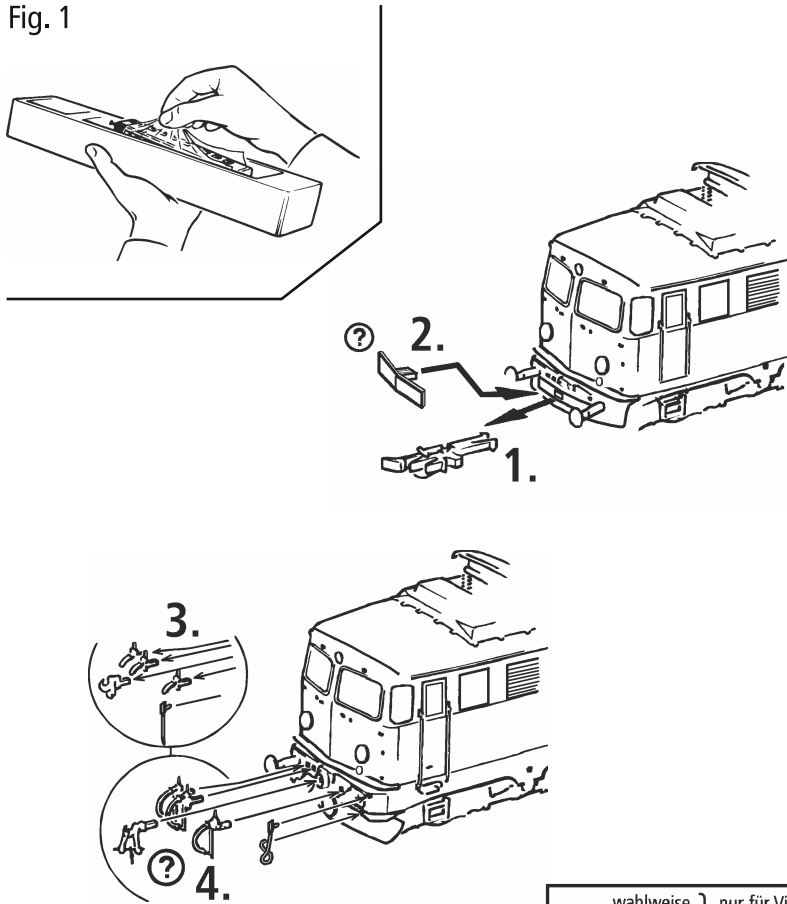

Fig. 2
**Aufrüstung:** Im beigelegten Zurüstbeutel finden Sie auch kleine vorbildgetreue Steckteile für eine erweiterte Aufrüstung Ihres Modells (Fig. 2), die Sie bitte vorsichtig montieren.
**Les attelages:** Le sachet joint comprend entre autres des petites pièces de finition conformes à la réalité et à rapporter avec précaution par le modéliste (fig. 2), si désiré.
**Attention!** Use glue only if indicated (fig. 2).